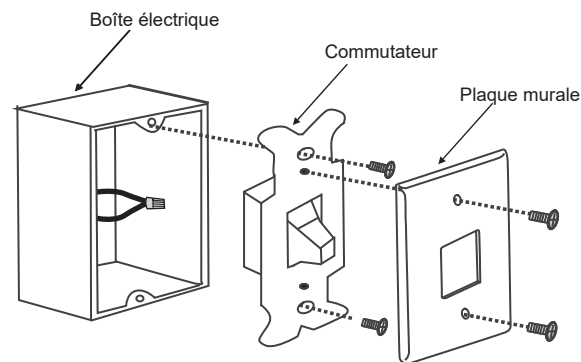

Fig. 23
Étape 1. Retirez la plaque murale existante et l'ancien interrupteur de la boîte électrique murale. Connecter les conducteurs NOIR (charge) ensemble à l'aide d'un écrou de connexion et les pousser délicatement dans la boîte de connexion. (**Fig. 23**)